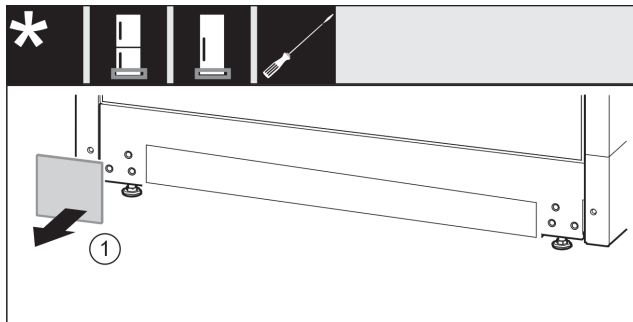

Fig. 17
- ▶ Abdeckung Fig. 17 (1) abnehmen.